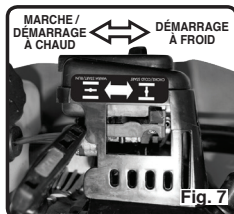

Fig. 7
3. Déplacez le levier de l'étrangleur, en position de démarrage à froid (cold start) (Voir Figure 7)
7. Après avoir démarré et laissé fonctionner le moteur pendant 10-15 secondes, déplacez le levier de l'étrangleur en position de " marche / démarrage à chaud " (run/warm start). (Voir Figure 7)
3. Déplacez le levier de l'étrangleur, en position de démarrage marche / démarrage à chaud " (run/warm start) (Voir Figure 7)